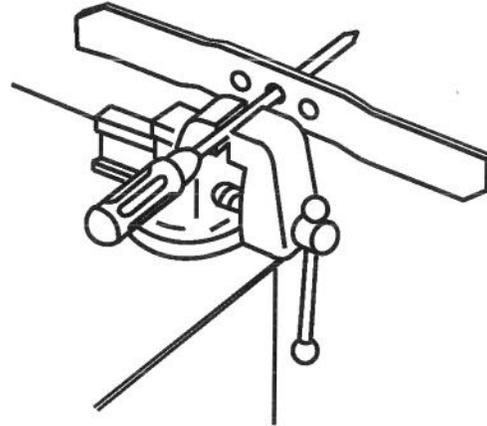

Figure 30
1. Pour vérifier l'équilibrage de la lame, l'enfiler par son trou central sur un tournevis ou un clou maintenu à l'horizontale dans un étau (Fig. 30).